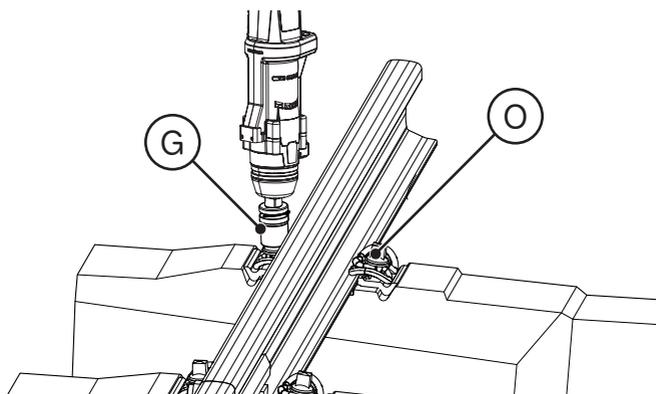

图. 15
- 1) 将套筒 (G) 垂直装在螺钉头、螺栓头或螺母头 (O) 上, 为的是将其完全嵌入套筒 (G) 座内 (图. 15)。